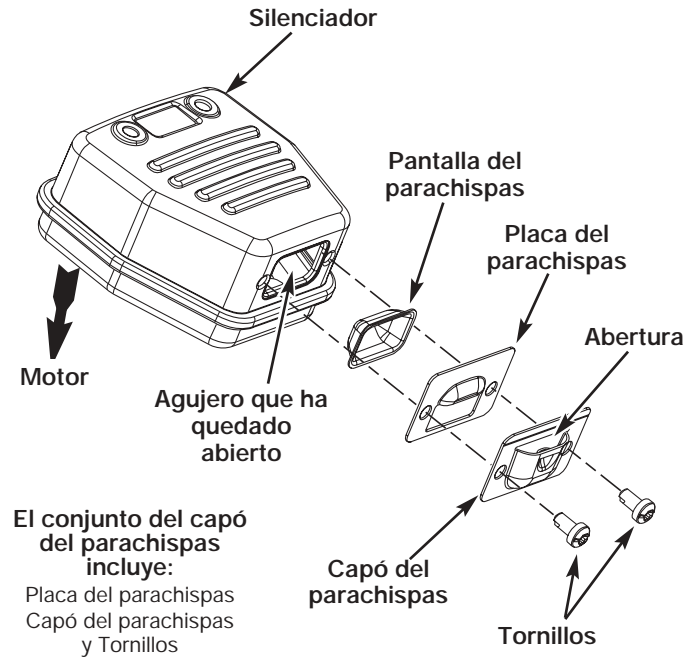

Fig. 31
2. Localice el silenciador, pero no lo quite. Busque los dos (2) tornillos en la parte inferior del silenciador (Fig. 31). Estos dos tornillos unen el conjunto de deflector de escape y la pantalla del parachispas a la parte inferior del silenciador. Quite los dos (2) tornillos usando una llave torx No. 20 o un destornillador plano.
6. Coloque la placa del parachispas encima del parachispas con el lado "levantado" hacia arriba mirando al motor (Fig. 31).
7. Coloque el capó del parachispas encima de la placa del parachispas con el lado "levantado" hacia arriba y la apertura mirando en dirección **CONTRARIA** al motor (Fig. 31). Asegúrese de que el escape se dirija en dirección **CONTRARIA** al motor.